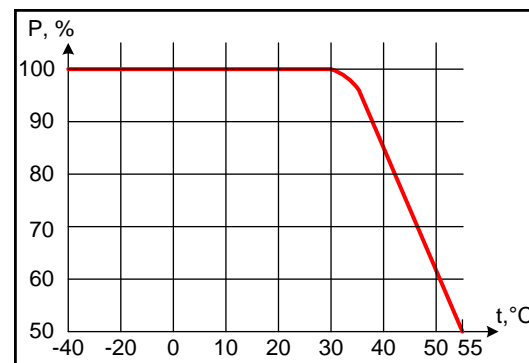

Рис. 10
1) При окружающей температуре выше + 35 °С требуется запас по току, см. рис. 10
**ВНИМАНИЕ!** при повышении температуры окружающей среды выше 35 градусов снижается нагрузочная способность регулятора (см. рис. 10).